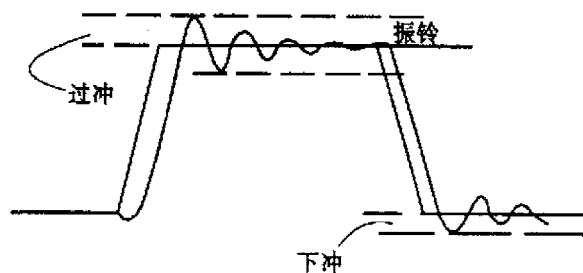

图 2 反射引起的振铃现象
(2) 阻抗不匹配:阻抗不匹配可以由驱动源,传输线和负载的阻抗不同引起,也可由传输线的不连续(例如导通孔、短截线)引起,另外由于返回路径上局部电感、电容的变化,返回路径不连续也会导致阻抗不连续。这种阻抗的不匹配,会导致反射和阻尼振荡。反射会引起信号的振铃(Ringing)现象,即在稳态信号上下产生的电压过冲和下冲现象,如图 2 所示。为了将电压的过冲/下冲限制在合理的范围内(不超出稳态值的 10%~15%),应该遵循下面这样一个原则:信号的上升时间要小于信号在印制导线上来回引起的传输时延。即: